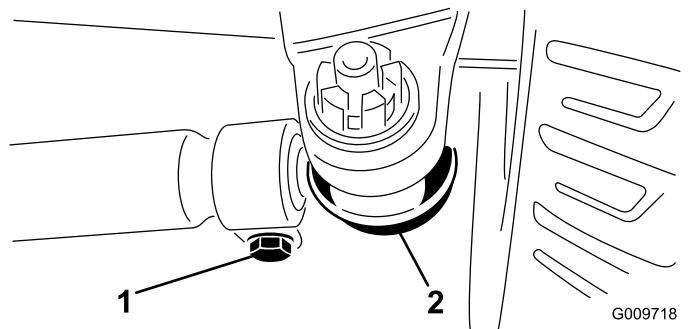

Bild 48
2. Entfernen Sie den Splint und die Mutter von einem der Spurstangen-Kugelgelenke (Bild 48). Entfernen Sie das Spurstangen-Kugelgelenk vom Achsständer.
3. Lockern Sie die Klemmen an beiden Enden der Spurstangen (Bild 48).